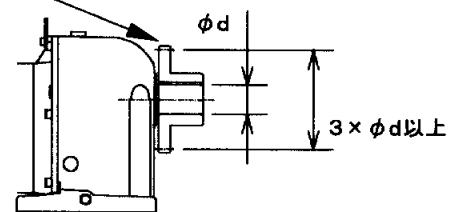

図2 スプロケット位置
- (3) オーバハンク荷重による損傷を防止するため、スプロケット、歯車、プーリなどは、荷重位置ができるだけ出力軸段付部側へくするように取り付けてください。図2参照。